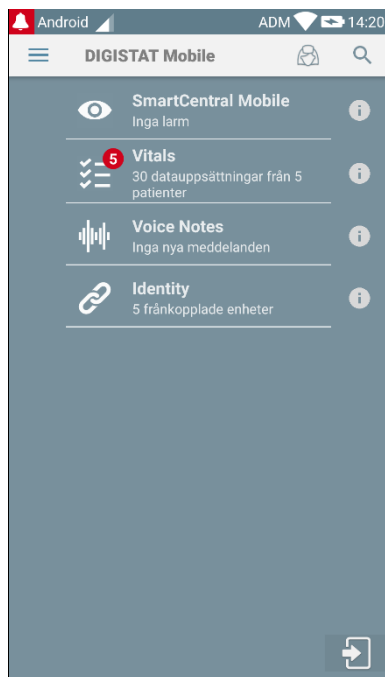

Fig. 46
- Tryck på motsvarande rad på den handhållna enhetens skärmbild (Fig. 46).